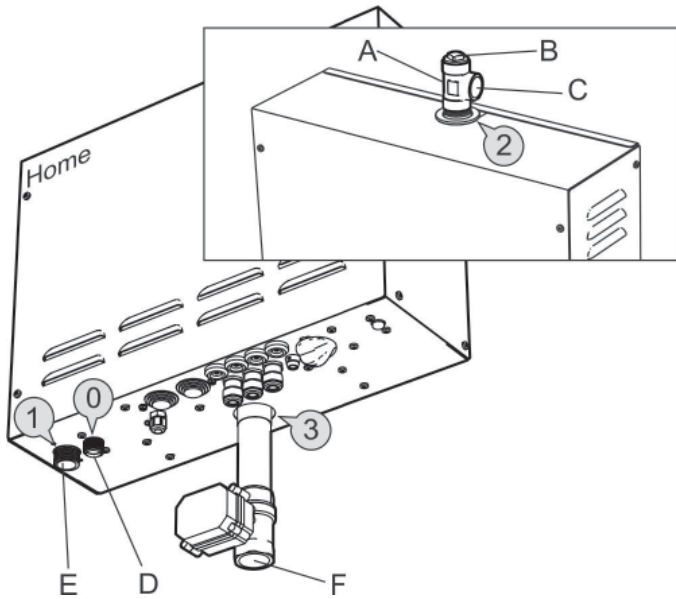

Рис. 6 Парогенератор типа Home
Подключите холодную воду к соединению 1 (Рис. 6,7) на парогенераторе. Давление поступающей воды должно находиться в диапазоне от 0,2 до 10 бар (от 20 кПа до 1000 кПа).
Установите соединитель контргайкой сверху на выходной паровой канал 2 (Рис. 6,7) на парогенераторе. Подсоедините медную трубу, внутренний диаметр которой составляет по меньшей мере 18 мм, к выходному паровому каналу (С) соединителя. Паропровод может иметь нисходящий уклон по направлению к паровой либо по направлению к парогенератору. Также возможен вариант установки паропровода с нисходящим уклоном как по направлению к паровой, так и по направлению к парогенератору.
Для отвода воды необходимо подсоединить медную трубу хорошего качества с внутренним диаметром по меньшей мере 25 мм к патрубку 3 (Рис. 6, 7) парогенератора. Водоотводная труба парогенератора проводится к ближайшему водоотводу за пределами паровой. Температура отводимой воды составляет приблизительно 80-85°C.
Водоотводящая труба, подсоединенная к предохранительному клапану D (0) (Рис. 6 и 7), должна устанавливаться под непрерывно нисходящим уклоном в безморозной среде.